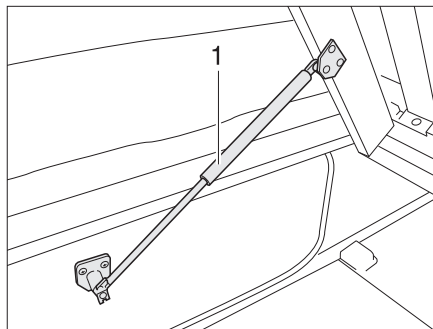

Fig. 127 Cama fija
- Levantar el somier. Los resortes por presión de gas (Fig. 127,1) retienen el somier en la posición abierta.